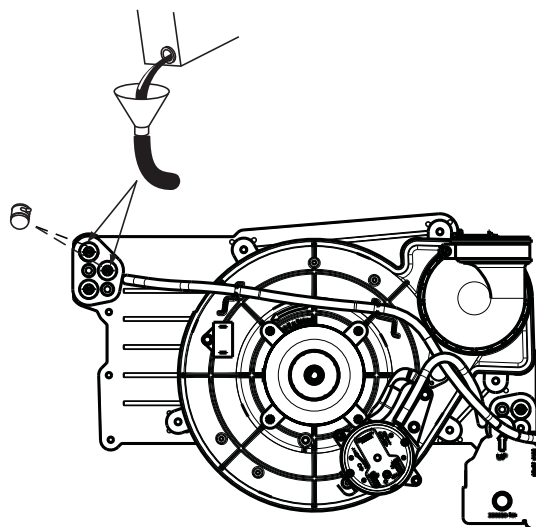

Fig. 59 - Amorçage du siphon de condensat
4. Retirer le bouchon du haut en caoutchouc inutilisé du boîtier du collecteur, à l'opposé du siphon de condensat. Voir la Fig. 59.
9. Retirer le bouchon intermédiaire en caoutchouc inutilisé de l'orifice du boîtier du collecteur, à l'opposé du siphon de condensat. Voir la Fig. 59.